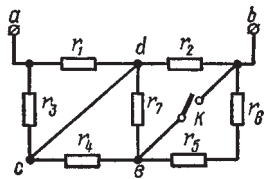

рис. 1
1. Визначити еквівалентний опір кола між точками а і b при розімкненому і замкненому ключі К (рис.1). Дано: $r_1 = r_2 = r_3 = r_4 = r_5 = r_6 = r_7 = r_8 = 10 \text{ Ом}$. (4)